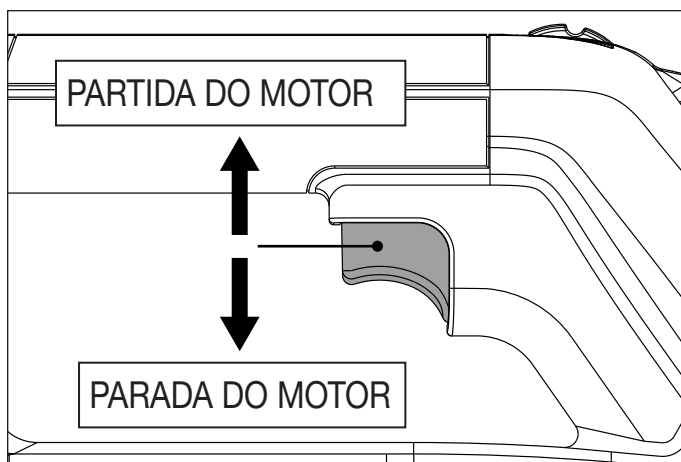
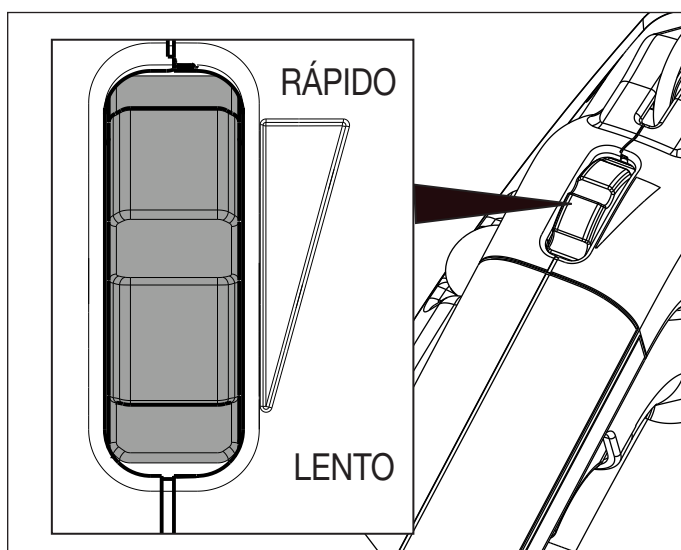

Figura 9: Operação do Interruptor do Gatilho
Figura 10: Seletor Rotativo de Controle de Velocidade do Motor
O interruptor do acionador é usado para controlar o motor da bomba. Veja Figura 9.
1. Certifique-se de que o interruptor de alimentação da bomba esteja LIGADO (I).
2. Para iniciar o motor da bomba, segure firme a alça de transporte e puxe o acionador para cima. Para fazer o motor funcionar mais rápido, gire o seletor rotativo para frente. Para fazer o motor funcionar mais devagar, gire o seletor rotativo para trás. Veja Figura 9 e Figura 10.
- A velocidade do motor pode ser ajustada conforme necessário usando o seletor rotativo na bomba. Gire o seletor rotativo para a frente para fazer o motor funcionar mais rápido. Gire o seletor rotativo para trás para fazer o motor funcionar mais devagar. Veja Figura 10.